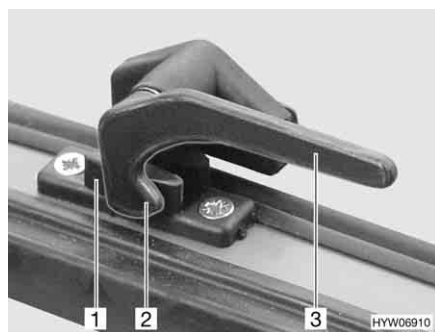

Bild 45 Verriegelungshebel in Stellung "geschlossen"
- Den Verriegelungshebel (Bild 45,3) eine viertel Umdrehung zur Fenstermitte hin drehen.
- Den Verriegelungshebel (Bild 45,3) eine viertel Umdrehung zum Fensterahmen hin drehen. Die Verriegelungsnase (Bild 45,2) liegt auf der Innenseite der Fensterverriegelung (Bild 45,1).
- in Stellung "fest verschlossen" (Bild 45)